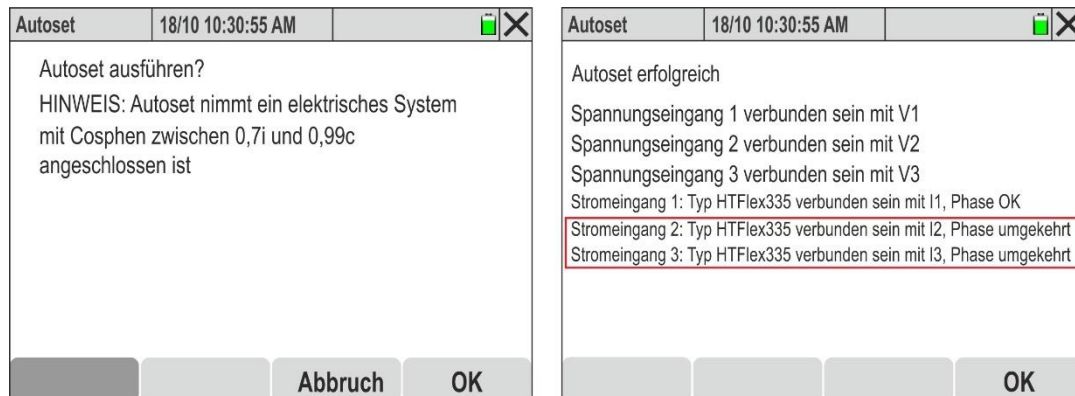

Abb. 74: Ausführung Autoset mit Verbindungsfehlern (vertauschte Wandler)
10. In Abb. 74 – rechts ist ein Beispiel gezeigt, in dem die Funktion Autoset das Vorhandensein einer falschen Phasendifferenz Inter Spannungen und Strömen auf den Phasen L2 und L3 aufgrund eines **falschen Anschlusses der Stromwandler (Stromwandler 2 und 3 auf den jeweiligen Leitern vertauscht) erkannt und automatisch behoben hat**